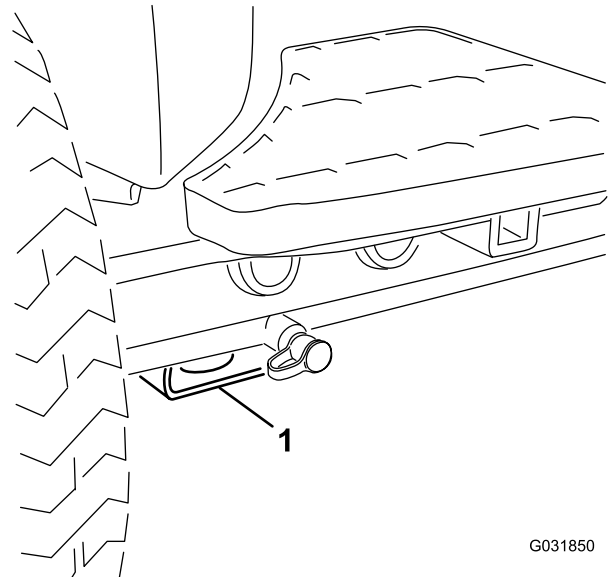

Bild 37
- Vorne: Rechteck unter dem Achsenrohr in jedem Vorderreifen (Bild 37).